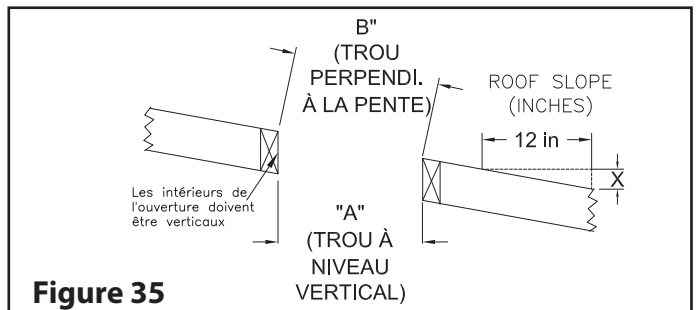

Figure 35
Étape 1. Localiser la cheminée dans un endroit pratique aussi proche que possible de la sortie de l'appareil. Découpez et encadrez une ouverture dans le toit pour le support. Les côtés de cette ouverture doivent être verticaux (voir Figure 35).